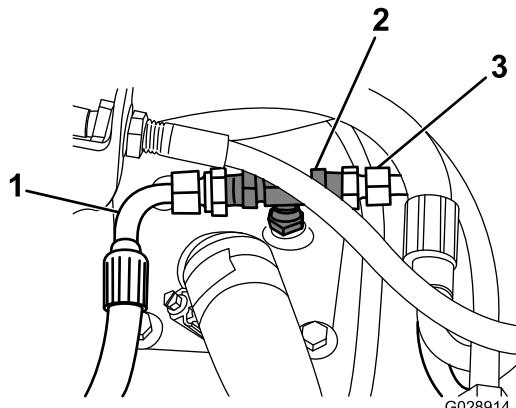

Figura 3
9. Collegate il flessibile di scarico da 3/8 poll. del passaggio **3** all'adattatore (**Figura 3**).